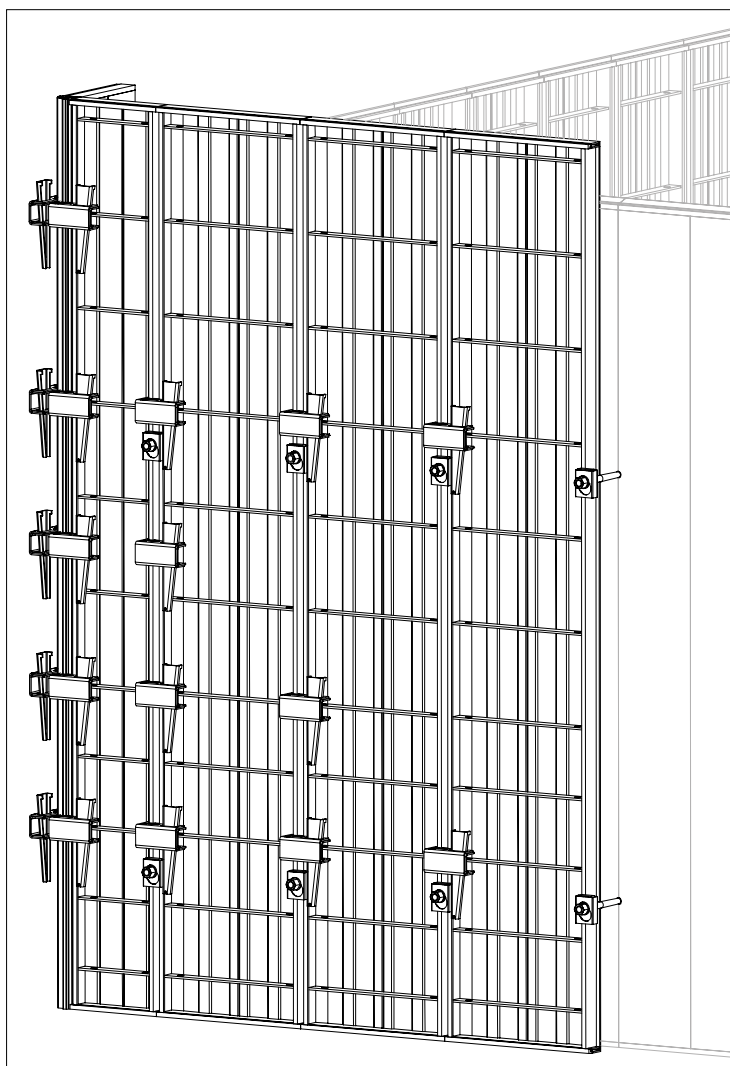

Fig. B3.08
6. Posizionare il telaio per parete UNO Plus (1) sul telaio esterno esistente e tenere fermo.
7. Montare il giunto UNO Plus (10).
8. Montare i telai per parete aggiuntivi (1) allo stesso modo. (Fig. B3.08)